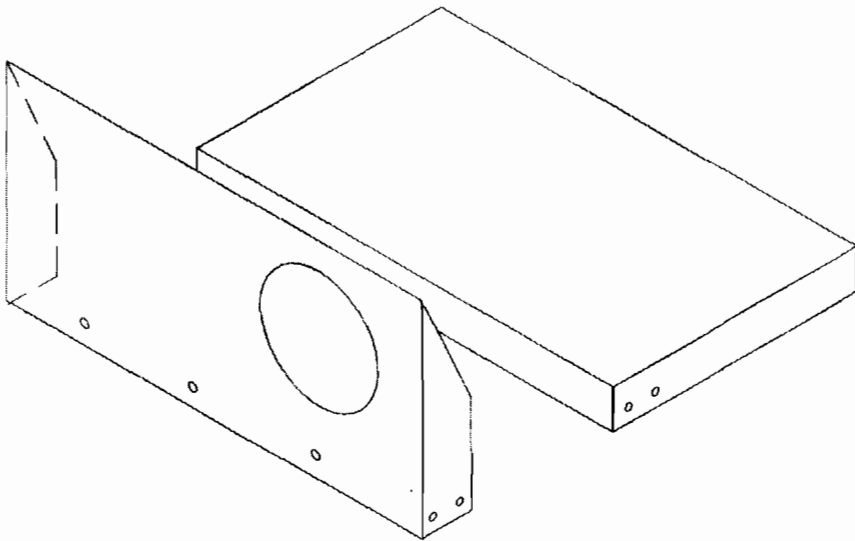

Рис. 3.5. Чертеж для изготовления шасси
1. Изготовьте шасси и панель, как показано на рис. 3.5. Разумно будет проделать в панели квадратное отверстие для установки вольтметра до изготовления панели. Вольтметр, который используется, требует квадратного отверстия со стороной 10 см. Другие, более мелкие отверстия могут быть определены по чертежу и просверлены после соединения шасси и панели.